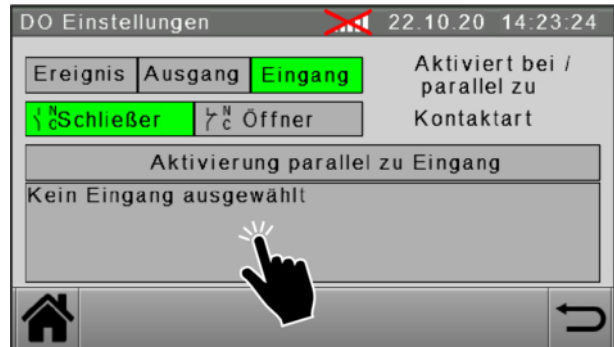
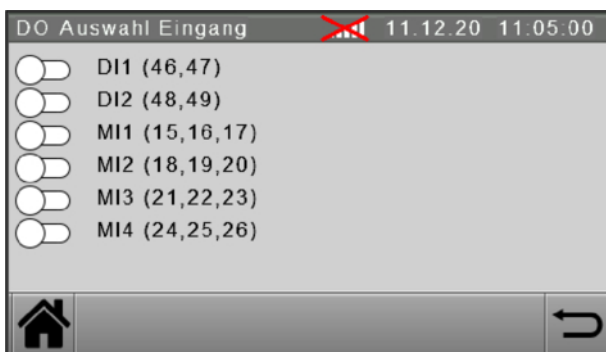

Abb. 88: Aktivierung parallel zu Eingang
Abb. 89: DO Auswahl Eingang
4. Eingang wählen, zu dem der Ausgang parallel haltet (siehe Abbildung 88, Abbildung 89).